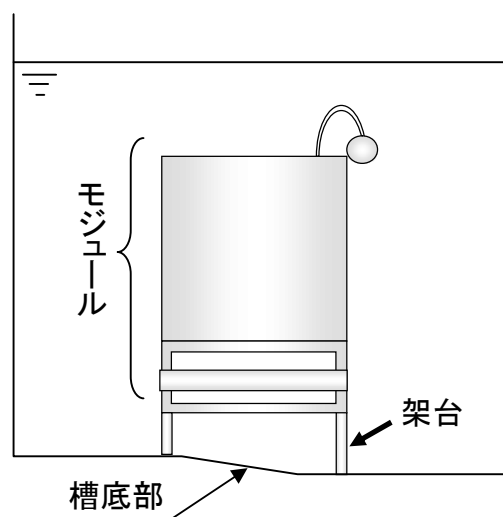

図.IV-7 架台を利用する設置例 (側面図)
*既存の水槽に設置するなど、モジュール配置に関し難しい点がある場合には当社までお問い合わせ下さい。一例として、水平が出ていないところへ設置する場合には、図.IV-7に示すようにレベル調整をする架台を利用して設置するなどの対応方法があります。